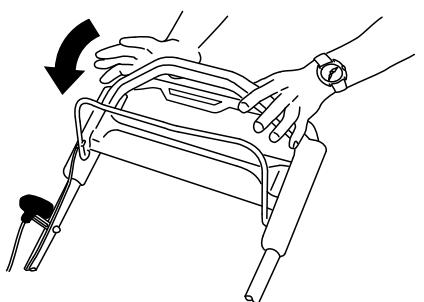

Figure 22
- Si l'obturateur d'éjection arrière n'est pas installé, saisissez-le par la poignée, relevez le volet arrière et insérez-le dans la goulotte d'éjection arrière jusqu'à ce que le dispositif de verrouillage s'enclenche; voir Figure 22.